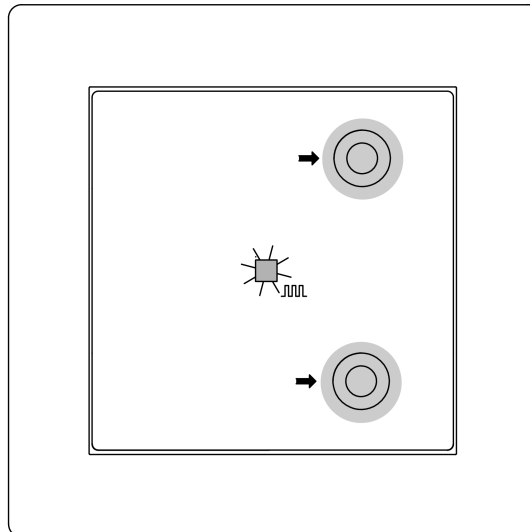
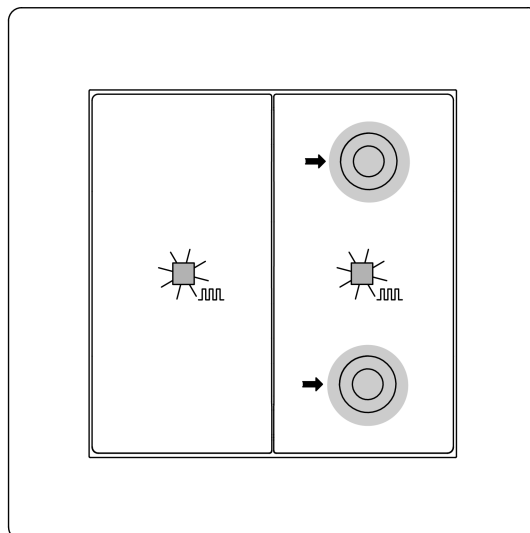

Figura 5: Attivare la modalità di programmazione (a 1 modulo)
Figura 6: Attivare la modalità di programmazione (a 2 moduli)
Programmazione dell'indirizzo fisico e del programma applicativo (Vedi figura 5) a 1 modulo e (Vedi figura 6) a 2 moduli
- Attivare la modalità di programmazione: premere contemporaneamente il tasto in alto a destra e il tasto in basso a destra e tenerli premuti per > 4 secondi (Vedi figura 5).